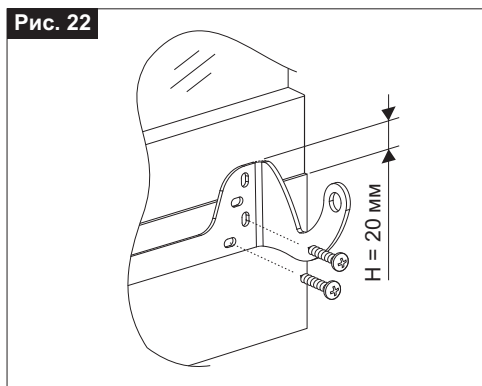

Рис. 23
- 10) **Рис. 23-** Вставьте концевик цепи сначала в левый паз (**Поз. 1**), а затем в правый (**Поз. 2**)